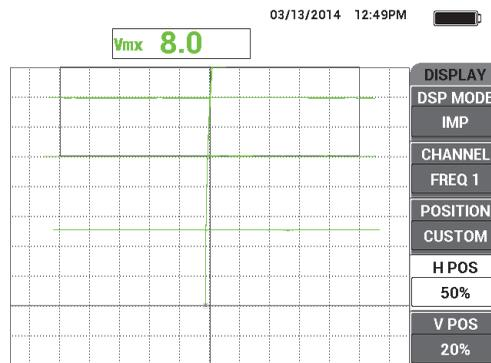

Figura 5-89 Creazione di altre indicazioni orizzontali
10. Ripetere il punto 9 usando due biglietti da visita ed in seguito ancora usando un biglietto da visita per creare più indicazioni orizzontali (vedere Figura 5-89 a pagina 202).